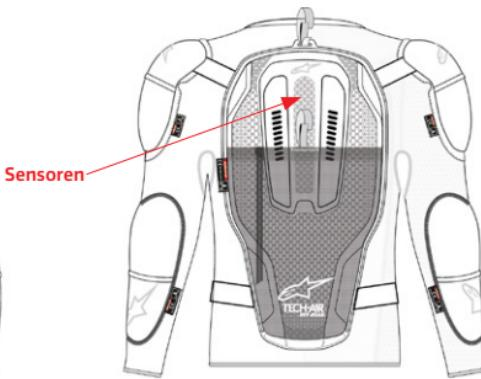

Abbildung 1 Standort des Sensors
Das System besteht aus einem Airbag-Steuergerät (8) (mit eingebauten Sensoren), das in eine Reihe von Protektoren integriert ist (Abbildung 1). Die Sensoren des Airbag-Steuergeräts (8) bestehen aus einem triaxialen Beschleunigungsmesser und einem triaxialen Gyroskop, die im Rückenprotektor angebracht sind